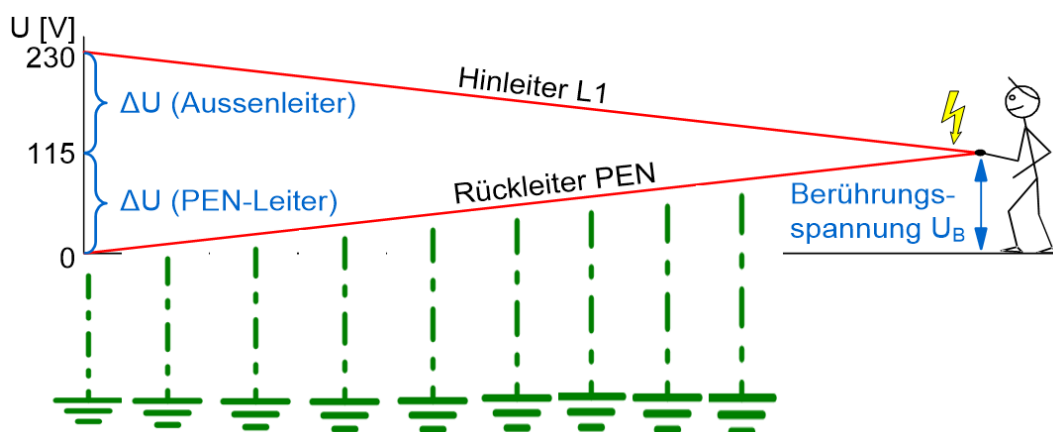

Bild 3: Berührungsspannung
- Je mehr Erdverbindungen ein System aufweist und je besser die einzelnen Erder sind, umso kleiner ist die mögliche Berührungsspannung (Bild 3)